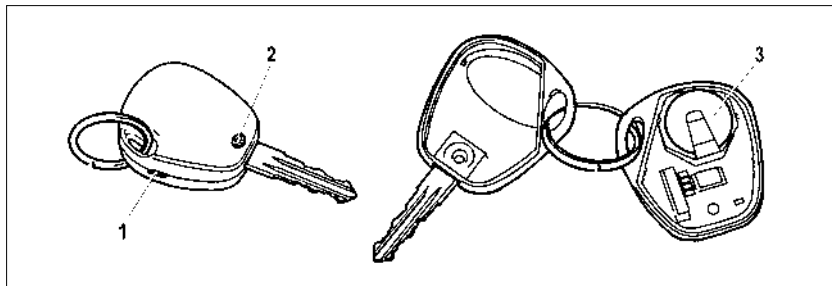

Рис. 50. Замена элемента питания пульта дистанционного управления
– выкрутите винт 2 (рис. 50) со стороны корпуса, противоположной кнопкам управления;